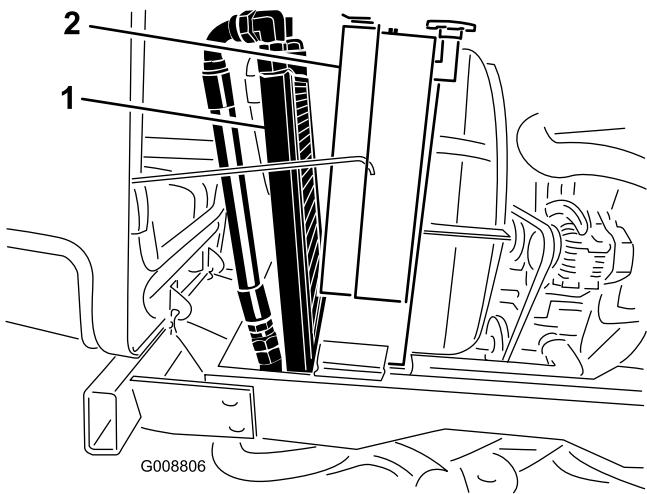

Figura 68
3. Gire el enfriador hacia atrás. Limpie a fondo ambos lados del enfriador de aceite y la zona del radiador (Figura 68) con aire comprimido. Empezando en la parte del ventilador, sople los residuos hacia la parte trasera. Luego, limpíe desde atrás, soplando los residuos hacia adelante. Repita este procedimiento varias veces hasta eliminar todos los residuos.